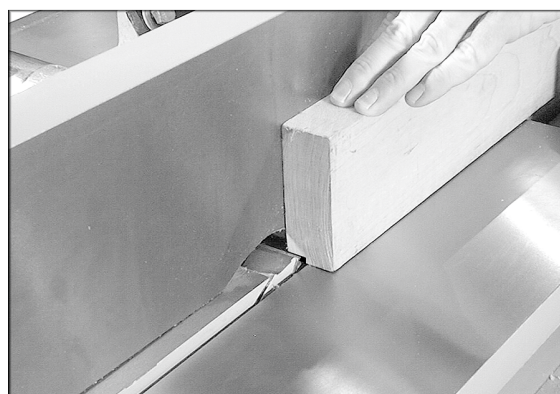

Рис. 22
Шпунт представляет собой канавку, прорезанную вдоль торца заготовки. См. Рис. 22. Ширина и толщина заготовки, предназначенной для изготовления шпунта, зависит от ширины и длины самого шпунта. Однако, запрещается изготовление шпунта на заготовке длиной менее 300 мм.
4. Подключите станок к источнику питания. Опускайте стол подачи на 0,80 мм за один проход. Продолжайте работу до тех пор, пока не будет получен шпунт нужной глубины. См. Рис. 22. ПРИМЕЧАНИЕ: проще и безопаснее выполнить несколько проходов с малой глубиной резания.